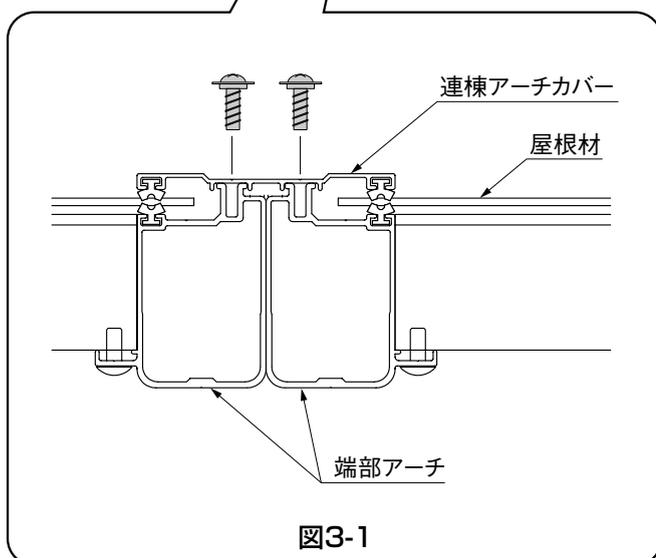
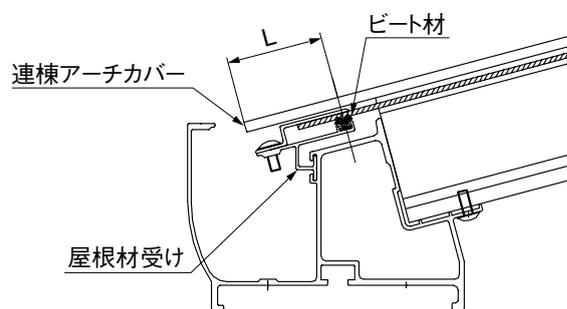

図3-1
図3-2 連棟アーチカバー納まり図
❶ 表3-1を参照して端部アーチに連棟アーチカバーを[8]-②で取付けてください。(図3-1, 図3-2参照)